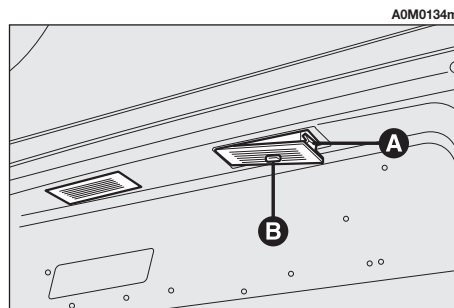

fig. 54
– Estrarre il gruppo luce targa agendo con un cacciavite a lama piatta e protetto con un panno morbido sul fermo (**A-fig. 54**).
– Estrarre il gruppo (**B-fig. 54**).
– Rimontare il gruppo completo (**B-fig. 54**) inserendo prima le alette di fissaggio e premendo poi in corrispondenza del fermo (**A-fig. 54**).